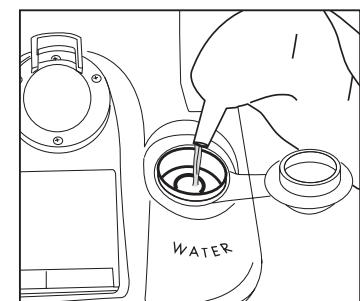

Fig. 3
Ensuite, lorsque le réservoir est entièrement remplie, refermer le bouchon (9) (Fig. 3).